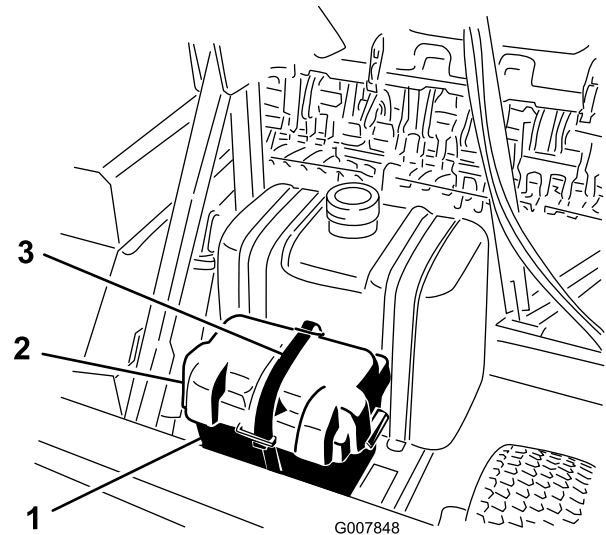

Bild 3
2. Entfernen Sie den Riemen, mit dem die Batterieabdeckung am Batteriekasten befestigt ist (Bild 3).